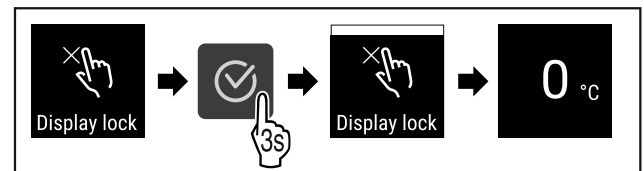

Fig. 76
- ▶ Handlungsschritte (siehe Fig. 76) durchführen.